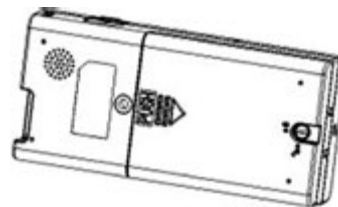

Рис. 2-4
1) Откройте крышку батарейного отсека: Поверните крепежный винт в положение «», а затем нажмите крышку как указано стрелкой, Рис. 2-4.